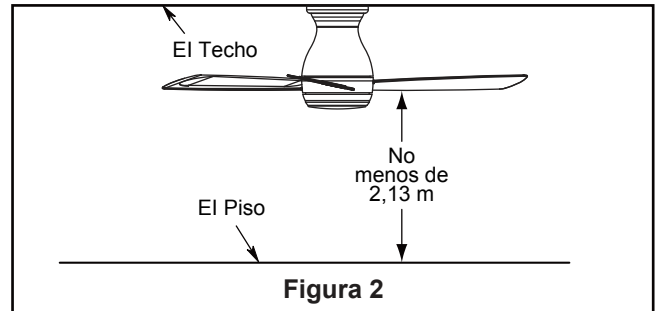

Figura 2
Uso de perfil profundo (Figura 2)
Debe colgar el ventilador a una distancia mínima de 2,13 m desde las aspas hasta el piso. (Figura 2)
- 2. Presione hacia arriba el anillo de la cubierta de tornillos para ocultar los tornillos. Así, las pestañas de montaje se coloquen en las ranuras con muescas ubicadas en la cubierta del techo entre los tornillos. (Figura 2)
2. Instale la ensamblaje de la placa de iluminación en el soporte utilizando las dos ranuras principales de conexión. Vuelva a colocar el tercer tornillo y asegure los tres tronillos. (Figura 2)
- 2.** Restaure la fuente de alimentación de la toma de corriente enciendiendo la electricidad del fusible principal. (Figura 2)